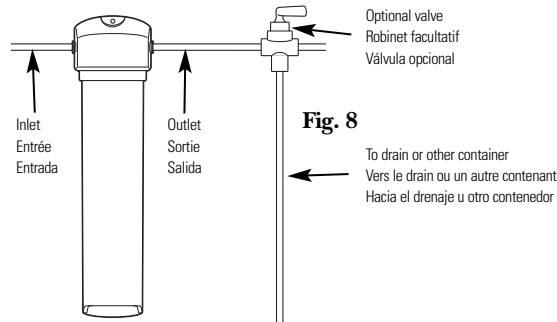

Fig. 8
2. Cycle the water dispenser or run optional valve (Fig. 8) for 3 to 5 minutes to flush out any harmless carbon fines that may be present.
2. Mettre en cycle le rafraîchisseur d'eau ou actionner le robinet facultatif (Fig. 8) pendant 3 à 5 minutes afin d'évacuer les particules fines de carbone inoffensives qui pourraient être présentes.
2. Inicie un ciclo del dispensador de agua del refrigerador o abra la válvula opcional (Fig. 8) por 3 a 5 minutos para lavar cualquier rastro de carbono inocuo que pueda estar presente.
An optional valve can be installed (Fig. 8) to flush water without going through the water dispenser. (This valve must be purchased separately and installed to comply with existing state or local plumbing codes.)
Un robinet facultatif peut être installé (Fig. 8) pour évacuer l'eau sans devoir passer par le rafraîchisseur d'eau du réfrigérateur. (On doit se procurer ce robinet séparément et il doit être installé conformément aux codes de plomberie en vigueur localement.)
Se puede instalar una válvula opcional (Fig. 8), para dejar correr agua sin pasar por el dispensador de agua del refrigerador. (Esta válvula se debe comprar por separado e instalarse según los códigos de plomería locales y estatales existentes.)